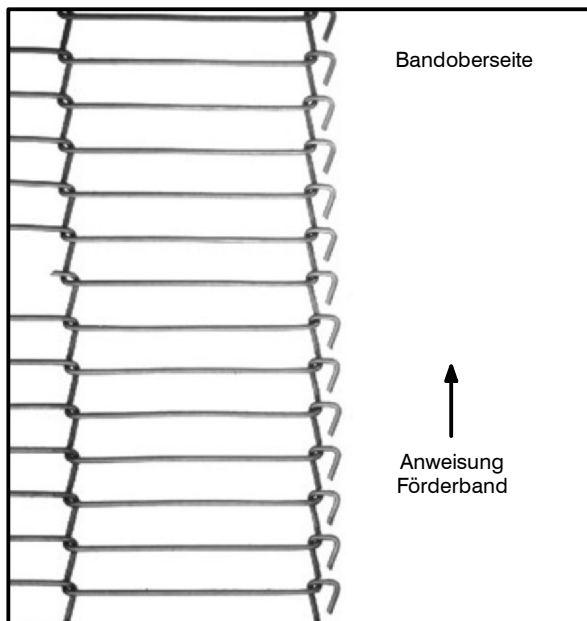

Abbildung 7
4. Das Förderband der Abbildung gemäß anbringen. Siehe Abbildung 7 bis Abbildung 13.